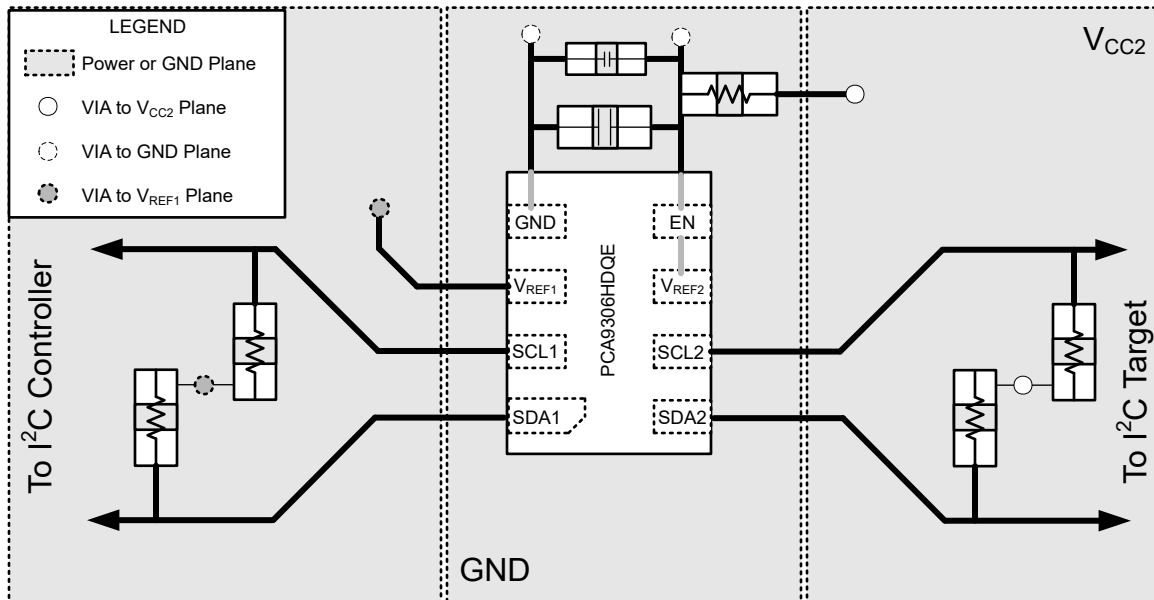

图 8-5. PCA9306H 布局示例
在所有 PCB 布局中，最佳实践是避免信号布线呈直角，在离开集成电路 (IC) 附近时让信号布线呈扇形彼此散开，并使用较粗的布线来承载通常会经过电源和接地布线的更大电流。100pF 滤波自举电容器必须尽可能靠近 VREF2 放置。也可以使用更大的去耦电容器，但两个电容器和 200kΩ 电阻器的更长时间常数会导致 PCA9306H 器件的导通和关断时间更长。图 8-5 中显示了这些最佳实践。
对于图 8-5 中提供的布局示例，可以将顶层用于信号布线，将底层用作电源 (VCC) 和接地 (GND) 的分割平面，从而打造只有两层的 PCB。然而，对于具有更高密度信号布线的电路板，最好使用四层电路板。在四层 PCB 上，通常在顶层和底层上进行信号布线，将一个内部层专门用作接地平面，并将另一个内部层专门用作电源平面。在使用平面或分离平面供电和接地的电路板布局布线中，过孔直接放置在表面贴装元件焊盘旁边，该焊盘必须连接到 VCC 或 GND，而过孔以电气方式连接到电路板的内层或另一侧。当信号布线必须路由到电路板的另一侧时，也使用过孔，但图 8-5 中未演示此技术。